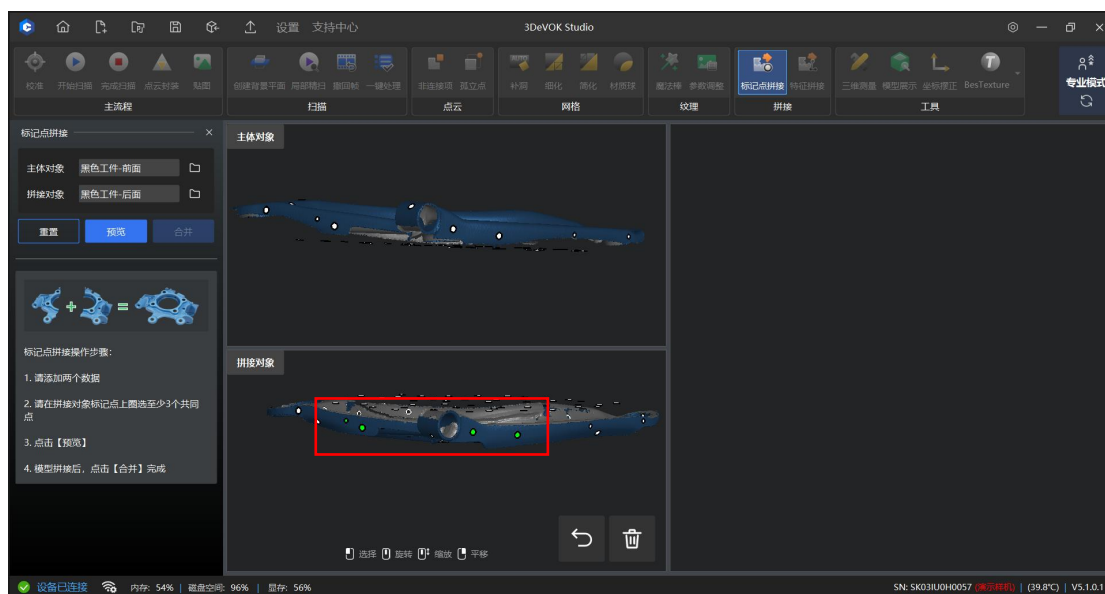

图 9-8 标记点拼接-选择模型共同标记点
4. 在下方的“拼接对象”中, 单击鼠标左键圈选, 选中与上方“主体对象”模型共有的至少四个标记点, 如图 9-8 所示;